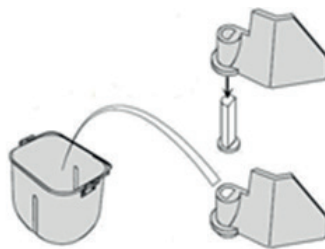

Рис.2
- Вставьте месильную лопатку в паз, как указано на (Рис. 2.)